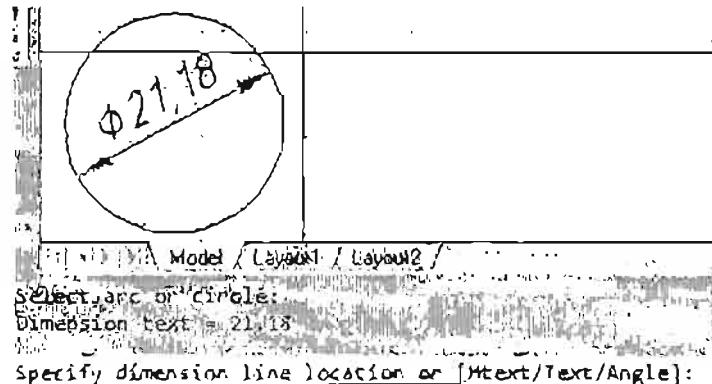
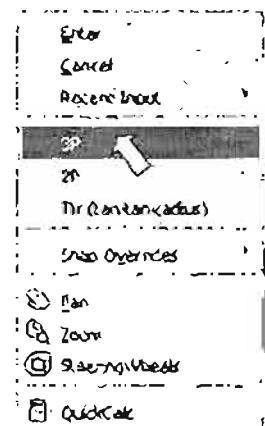
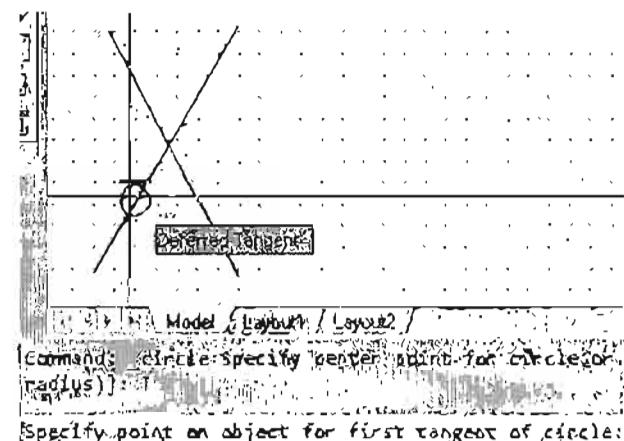

Рис. 3.21. Диалог в командной строке при выполнении команды Diameter (Диаметр)
Рис. 3.22. Контекстное меню для выбора варианта вычерчивания окружности
Рис. 3.31. Маркер привязки Tangent (Касательная)
3. Укажите точку на окружности, от которой будет прописан размер диаметра. В командной строке появится запрос на указание положения размерной линии и список опций команды (рис. 3.21):
Щелкнув на кнопке панели инструментов Draw (Рисование), активизируйте команду CIRCLE (ОКРУЖНОСТЬ). В командной строке появится запрос о введении координат центра окружности (см. рис. 3.7) или опций (вариантов) выполнения команды. Не указывая центр окружности, щелчком правой клавиши мыши вызовите контекстное меню (рис. 3.22). В контекстном меню выберите вариант 3Р (вычерчивание окружности по трем точкам). В командной строке появится запрос о введении первой точки окружности (рис. 3.21).
Постройте окружность, проходящую через заданные точки. Активизируйте команду CIRCLE (ОКРУЖНОСТЬ), щелкнув на кнопке панели инструментов Draw (Рисование). В командной строке появится запрос о введении координат центра окружности (см. рис. 3.7). Не указывая центр окружности, щелчком правой клавиши мыши вызовите контекстное меню (см. рис. 3.22). В контекстном меню выберите вариант вычерчивания окружности по трем точкам 3Р.
Чтобы начертить окружность, касательную к отрезкам, начертенным ранее, воспользуйтесь командой CIRCLE с опцией Ttr (Tap Tan Radius) (Касательная, касательная, радиус) из контекстного меню (см. рис. 3.22).
4. Укажите курсором произвольную точку на первом отрезке (рис. 3.31). В командной строке появится запрос на указание точки на втором объекте, к которому будет построена касательная окружность.
Выполнив предварительные построения, перейдите к выполнению задания. Вовторите команду CIRCLE (ОКРУЖНОСТЬ), щелкнув правой клавишей мыши на свободном поле чертежа. Вызовите контекстное меню (см. рис. 3.22), еще раз щелкнув правой клавишей мыши. В контекстном меню выберите опцию Ttr (Tan Tan Radius). В командной строке появится запрос на указание точки на первом объекте, к которому будет построена касательная окружность. Автоматически включается объектная привязка Tangent (Касательная). Укажите курсором произвольную точку на отрезке (см. рис. 3.31). В командной строке появится запрос на указание точки на втором объекте, к которому будет построена касательная окружность. Укажите курсором произвольную точку на окружности. В командной строке появится запрос на введение значения радиуса окружности. Введите значение радиуса окружности, например, 7,72 и нажмите правую клавишу мыши, или <Enter>. Окружность построена. Таким же образом вычертите оставшиеся окружности (см. рис. 3.3). Аналогично строятся окружности, касательные к двум заданным (см. рис. 3.3 справа).